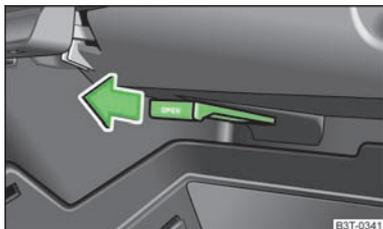

Fig. 89
- A entrada de ar é aberta, puxando a alavanca no sentido da seta » Fig. 89.